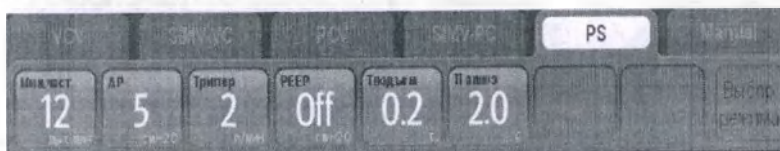

РИС. 5-15 Вкладка режима с поддержкой давлением
2. Убедитесь, что все параметры **PS** заданы должным образом. При необходимости нажмите клавишу параметра, чтобы изменить его настройки (РИС. 5-15).